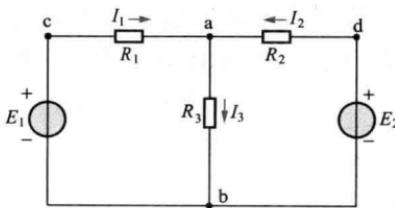

图 1-4 支路电路
(1) 支路。电路的每一个分支称为支路，每一条支路流过一个电流，称为支路电路。如图 1-4 所示，有三条支路，分别是 ca、ab、ad。
(2) 节点。电路中三条或三条以上的支路相连接的点称为节点。如图 1-4 中的 a 点、b 点。
(3) 回路。由一条或多条支路组成的闭合路径称为回路，如图 1-4 中有三个回路，分别是 abca、adba、cadbc。